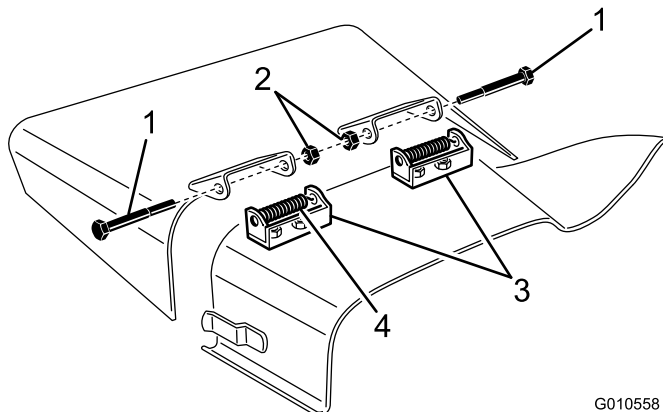

図 27
2. デフレクタマウントをピボットブラケットに固定しているボルト（2本）、ロックナット、スプリングを外す(図 27)。
3. ピボットブラケットを外すには、キャリッジボルトとナットを外す（図 27）。